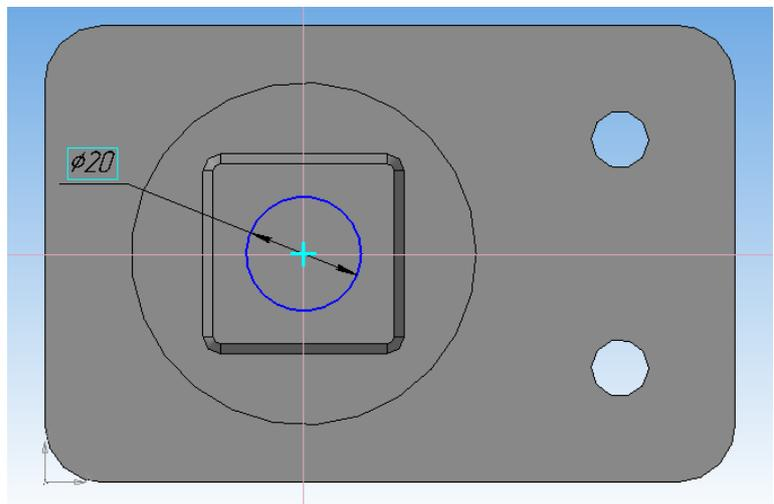

Рисунок 54
14. Определите центр усеченной пирамиды и выполните окружность $\varnothing 20$ (рисунок 54). Выйдите из режима **Эскиз**.